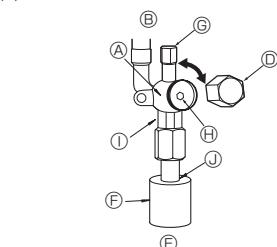

Fig. 4-6
(1) Сторона с газом RP100-250 (Fig. 4-6)
- ① Снимите колпачок, потяните ручку на себя и поверните на 1/4 оборота против часовой стрелки для открытия.
- ② Убедитесь в том, что запорный кран полностью открыт, надавите на ручку и поверните колпачок в первоначальное положение.